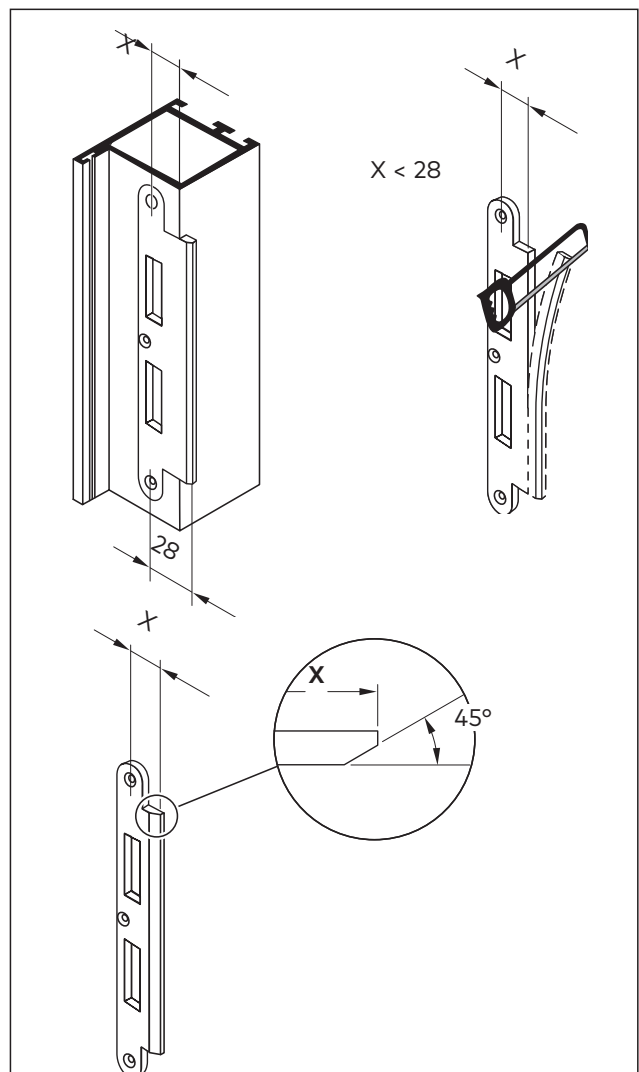

Fig. 15 Adapter la gâche
7. Adapter la gâche (Fig. 15).